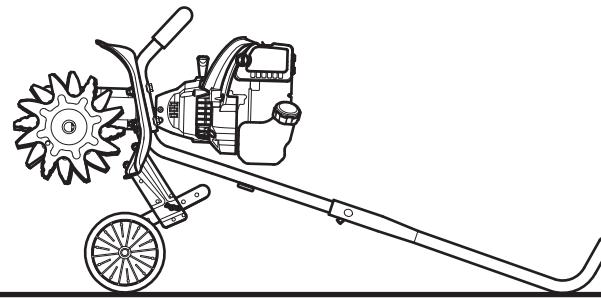

Fig. 13
- Coloque la unidad en una superficie plana y nivelada. Incline la unidad hacia atrás de manera que la barra de control toque el suelo y el motor quede en posición horizontal (Fig. 13).
Incline la unidad hacia atrás de manera que la barra de control toque el suelo y el motor quede en posición horizontal (Fig. 13).